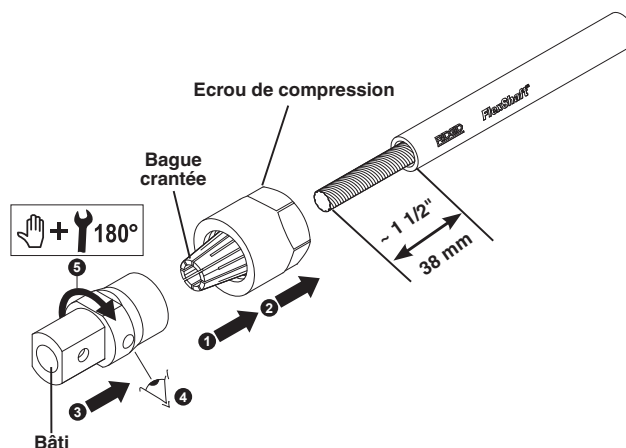

Figure 22 – Assemblage du coupleur de réparation
7. La bague crantée devrait se trouver à l'intérieur de l'écrou de compression. S'ils ont été séparés, enfoncez l'extrémité crantée de la bague dans l'écrou de compression jusqu'à ce qu'elle soit retenue en place ❶.
8. Enfilez le câble à travers de l'écrou de compression et la bague crantée ❷ (Figure 22).
9. Enfoncez le câble à fond contre la butée du bâti et serrez l'écrou de compression manuellement sur le bâti ❸.
10. Vérifiez l'insertion complète du câble dans le bâti via l'œillet du bâti ❹. La couleur grise et métal du câble devrait être visible.
11. Serrez l'écrou de compression d'un demi-tour de plus à l'aide de clés de 1 po et 13/16 po ❺. Vérifiez que le câble est bien tenu dans le coupleur de réparation.